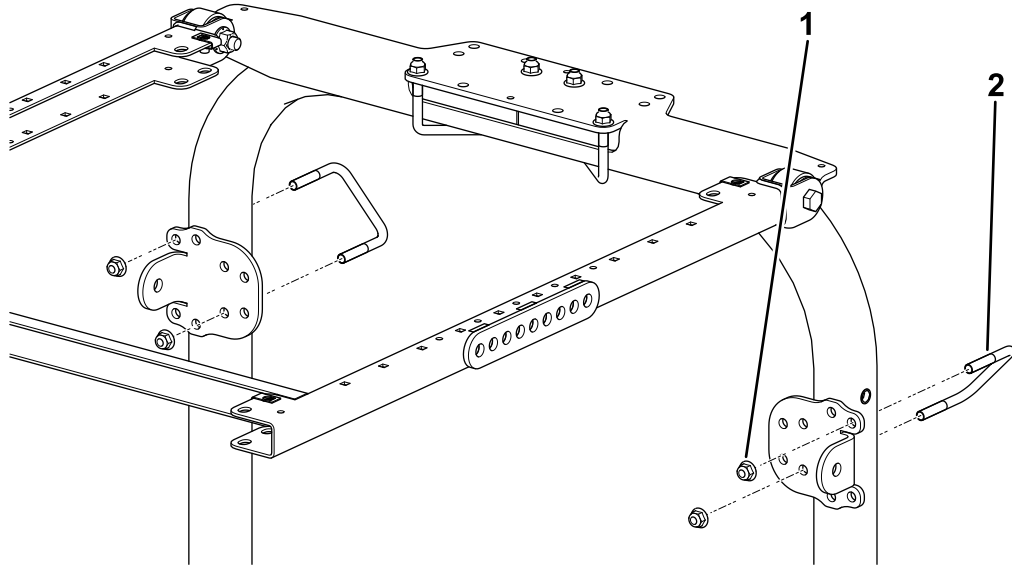

Figure 10
8. Utilisez les trous indiqués à la Figure 10 pour fixer le support du système ROPS au sommet de l'arceau de sécurité à l'aide de 2 étriers filetés ($4\frac{7}{8}$ " x $2\frac{3}{4}$ ") et de 4 écrous à embase ($\frac{3}{8}$ ").
9. Utilisez les trous indiqués à la Figure 10, pour fixer légèrement chacun des supports de renfort aux montants de l'arceau de sécurité à l'aide d'un étrier fileté ($3\frac{7}{8}$ " x $2\frac{3}{4}$ ") et de 2 écrous à embase.